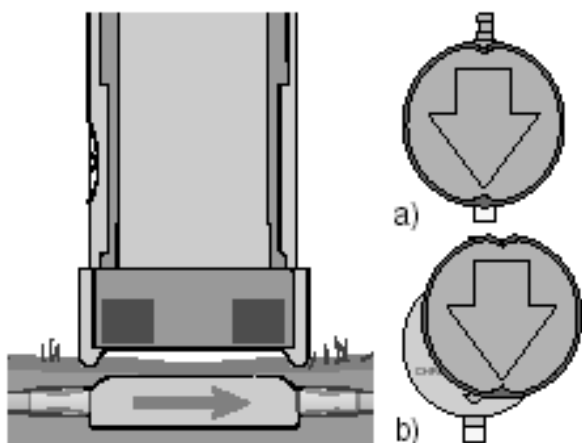

Fig. 15: Medição da pressão de ajuste
2. A ferramenta de verificação está posicionada na posição central da válvula. A marcação no instrumento tem que apontar na direção do cateter proximal (na direção do ventrículo). O botão é pressionado e o ajuste de pressão é feito (fig. 15).